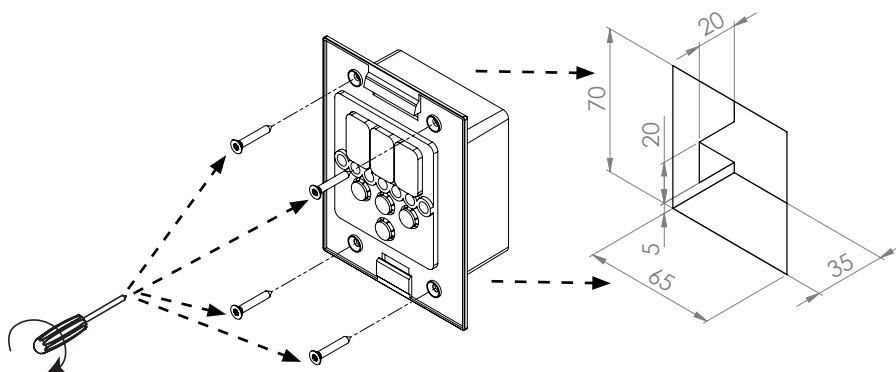

Fig. 4: Montaggio dell'unità di comando
2. È possibile fissare l'unità di potenza a terra ai 4 angoli del telaio (vedi frecce **Fig. 4 a pagina 15**)
1. Tagliare la rientranza da 70 x 65 mm utilizzando ad es. un seghetto (vedi **Fig. 4**).